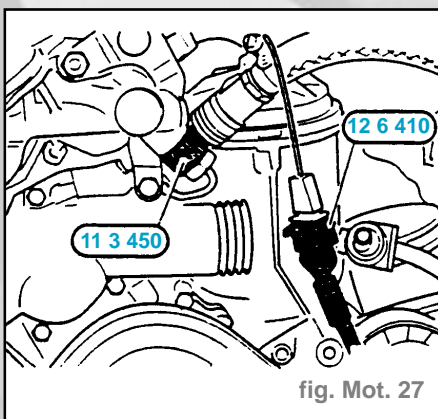

fig. Mot. 27
- Raccorder la conduite d'air comprimé (2 à **8 bars**) (fig. Mot. 27).
- Brancher l'outil spécial **12 6 410** sur le connecteur de l'électrovanne pour Vanos (fig. Mot. 27).